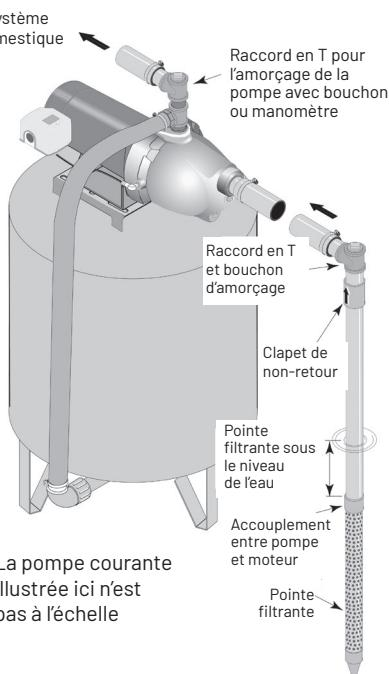

Figure 1 : Installation de mécanismes d'ancrage
3. Utilisez le moins de raccords possible (en particulier les raccords coudés) pour raccorder le tuyau de la pointe filtrante à l'orifice d'aspiration de la pompe. Le diamètre du tuyau d'aspiration doit être au moins égal à celui de l'orifice d'aspiration de la pompe. Ajoutez un clapet de non-retour si votre pompe n'en est pas équipée (figure 1).